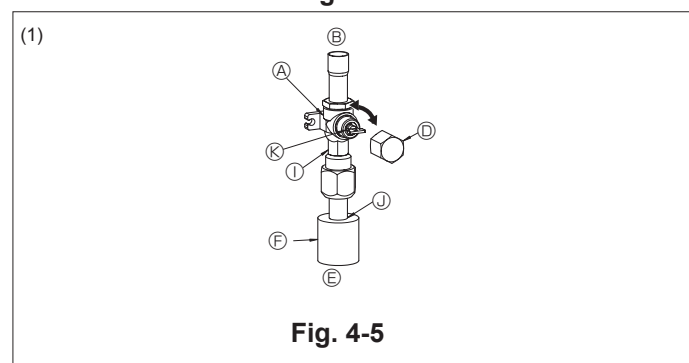

Fig. 4-5
- Lado del gas de A24-A42 (Fig. 4-5)